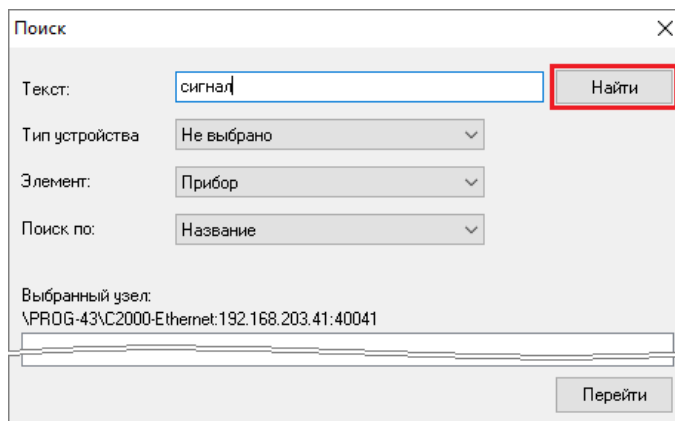

Рисунок 6-29 Инициализация поиска заданного текста в названии приборов
- 2) в открывшемся окне «Поиск» (см. п. 6.3.1.1.2.1) задайте параметры поиска (см. п. 6.3.1.1.2.1.1) и нажмите кнопку поиска «Найти» (см. Рисунок 6-29). В области отображения